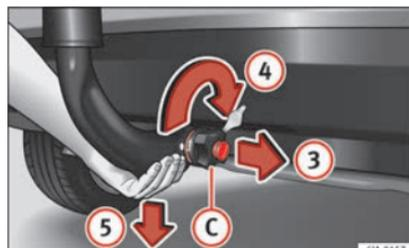

Fig. 202 Déverrouillez la barre à boule d'attelage.
- Saisissez la barre à boule d'attelage par en dessous » » fig. 202 et de l'autre main, retirez la molette **(C)** dans le sens de la flèche **(3)**.
- Retirez la barre à boule d'attelage de la frette de serrage en la tirant vers le bas dans le sens de la flèche ⑤.